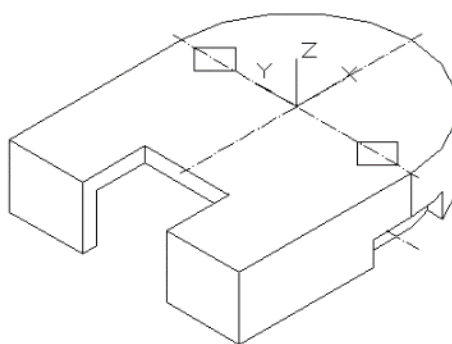

Рисунок 7.2.6 – Заключительный этап построения основания
- Вычесть призмы из основания (рисунок 7.2.6). Для наглядности использована команда в меню **Вид - Скрыть**.